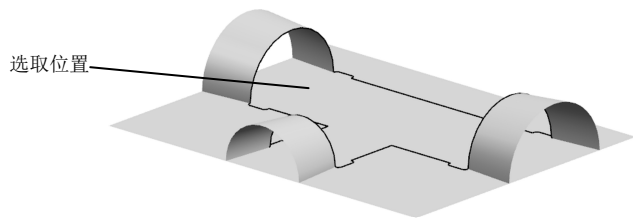

图 6-19 选取位置
(32) 选取“菜单 | 插入 | 修剪 | 修剪片体”命令，以刚才创建的拉伸曲面为修剪对象，选取位置如图 6-19 所示。